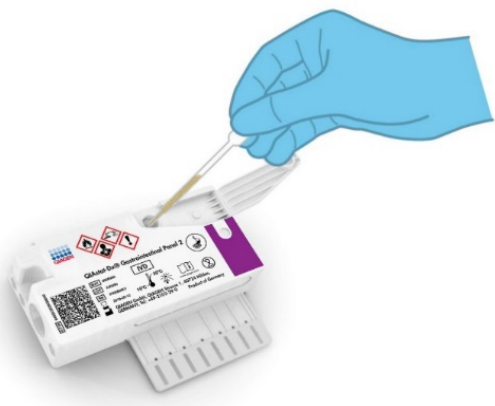

Figura 7. Transferindo a amostra para a porta principal do QIAstat-Dx Gastrointestinal Panel 2 Cartridge.
7. Transfira cuidadosamente a amostra para a porta principal do QIAstat-Dx Gastrointestinal Panel 2 Cartridge usando a pipeta de transferência de uso único fornecida (Figura 7).